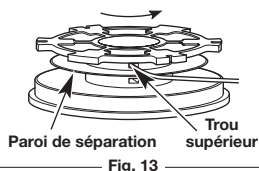
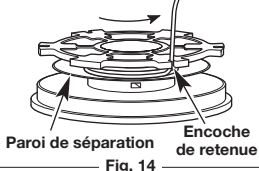

Fig. 13
Fig. 14
2. Insérez l'extrémité d'un fil de coupe dans le trou supérieur du moulinet intérieur (Fig. 13). Embobinez fermement le fil dans la direction indiquée au bas du moulinet intérieur jusqu'à ce qu'il en reste 150 mm (6 pouces) environ. Maintenez le fil au-dessus de la paroi de séparation. Insérez la section du fil de 150 mm (6 pouces) dans l'encoche de retenue 0,095 la plus proche (Fig. 14).